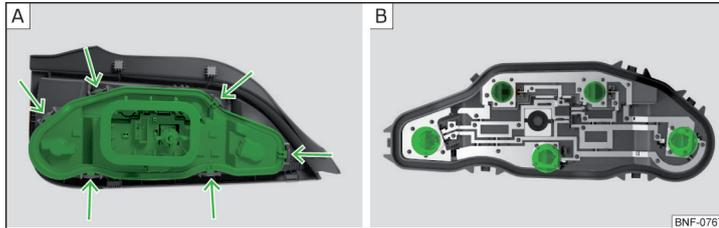

Fig. 180 Partie intérieure de l'ampoule
» fig. 180 - **A** et retirez le support de l'ampoule.
- Tournez l'ampoule correspondante jusqu'en butée **dans le sens antihoraire** et retirez-la du support » fig. 180 - **B**.